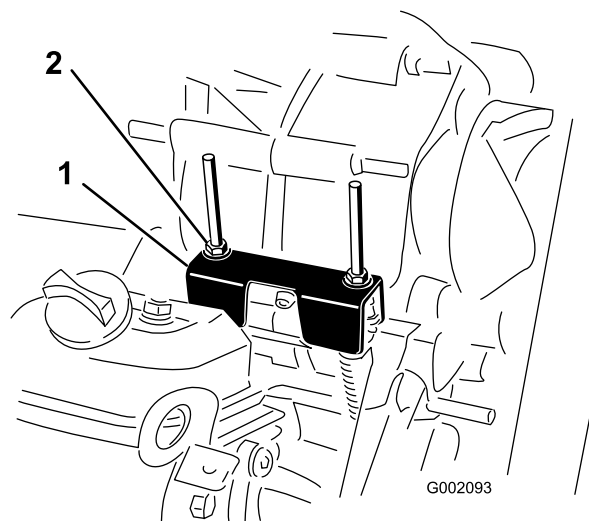

Рисунок 49
3. Затяните одну из контргаек (Рисунок 49), чтобы получить зазор 0,76-1,52 мм.
При выполнении планового техобслуживания и/или диагностики двигателя ведущий мост необходимо переключить в нейтральное положение (Рисунок 49). У автомобиля есть нейтральное положение на рычаге переключения передач, которое включает нейтральное положение в ведущем мосту. Необходимо выполнить следующие действия, чтобы убедиться в правильной работе рычага переключения ведущего моста в нейтральное положение:
2. Убедитесь, что кронштейн нейтрали находится в нейтральном положении (на уровне кронштейна крепления троса, расположенного под кронштейном переключения передач), повернув ведомое сцепление (Рисунок 49).